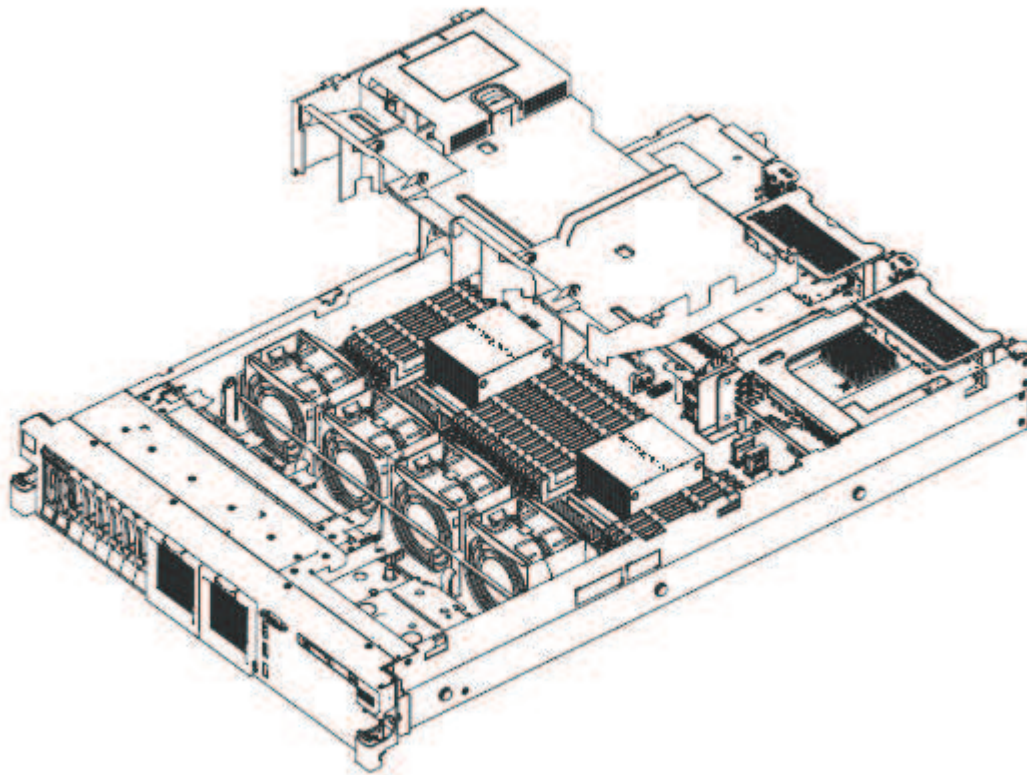

図 62. エア・バッフルの交換
3. 80 ページの図 62 に示すように、エア・バッフルを所定の位置に下ろし、どのケーブルも邪魔になっていないことを確認します。エア・バッフルを下に押して、しっかりと収まった状態にします。